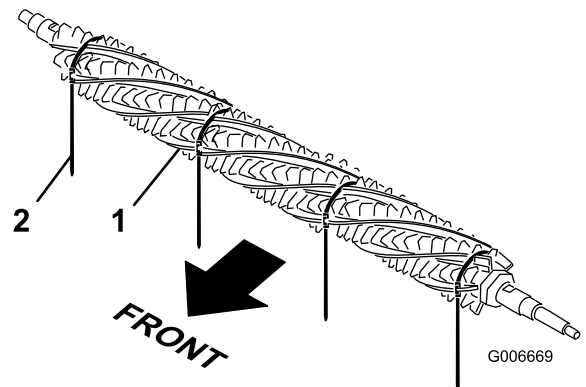

图21
1. 从疏草刀滚刀的一侧，将刷子滑入整个疏草刀滚刀上的每条凹槽（图21）。